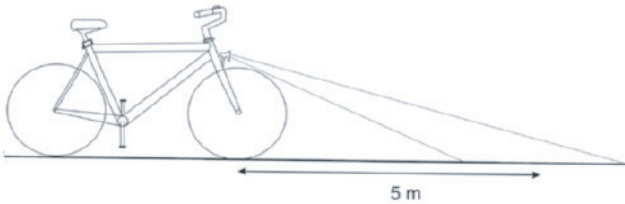

Abb. 14
<ul style="list-style-type: none"> • Schalten Sie bei Dämmerung bzw. Dunkelheit immer die Beleuchtung ein! Unfallgefahr! • Achten Sie darauf, dass der Frontscheinwerfer (8) andere Verkehrsteilnehmer nicht blenden kann. Unfallgefahr! Der Scheinwerfer muss so eingestellt sein, dass der Lichtkegel in 5 m Entfernung vor dem Scheinwerfer nur noch halb so hoch liegt wie bei seinem Austritt (Abb. 14).